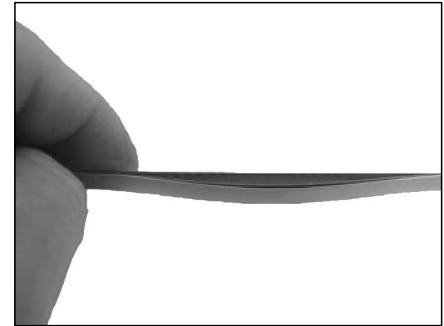
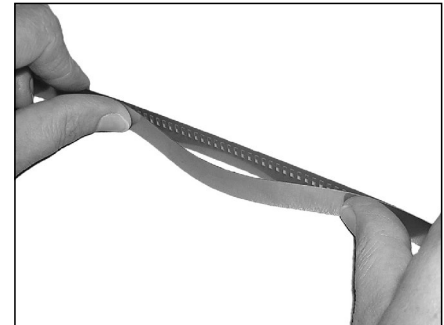

Bild 8
Bild 9
- Messring gegenüber der Trägerringstoßstelle (Bild 8) vorsichtig nach innen drücken, bis sich der Trägerring vom Gitterring durch einen "Schnappeffekt" ablöst (Bild 9).
Carefully pull the measuring ring inwards opposite the reference point mark, till carrier ring and grating ring sever (fig. 8, 9)